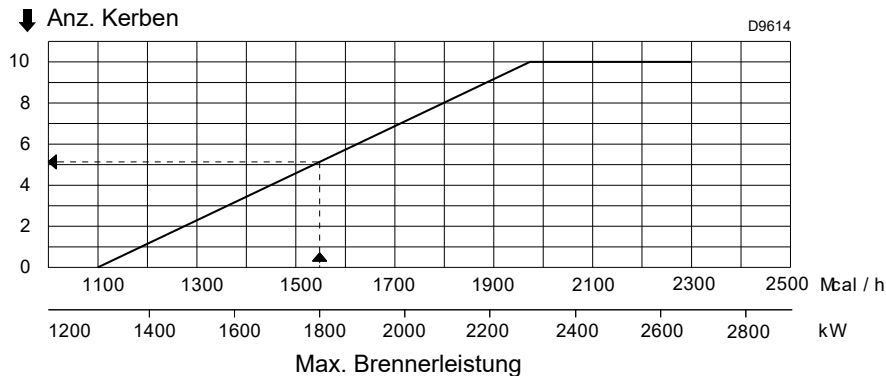
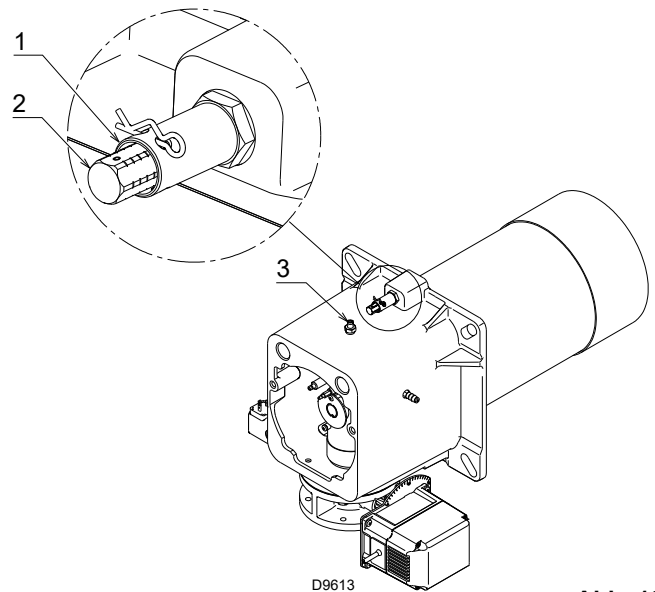

Abb. 17
Abb. 18
Finden Sie im Diagramm (Abb. 17) die Kerbe, auf die die Schraube 2)(Abb. 18) eingestellt werden muss.
- Drehen Sie die Schraube 2)(Abb. 18) bis die gefundene Kerbe mit der Vorderseite 1) des Flansches übereinstimmt.
Lösen Sie, um die Einstellung zu erleichtern, die Schraube 3)(Abb. 18), nehmen Sie die Einstellung vor und ziehen Sie sie dann wieder fest.
Aus dem Diagramm von (Abb. 17) geht hervor, dass die Einstellungen für Gas und Luft bei dieser Leistung an Raste 5 vorgenommen werden.